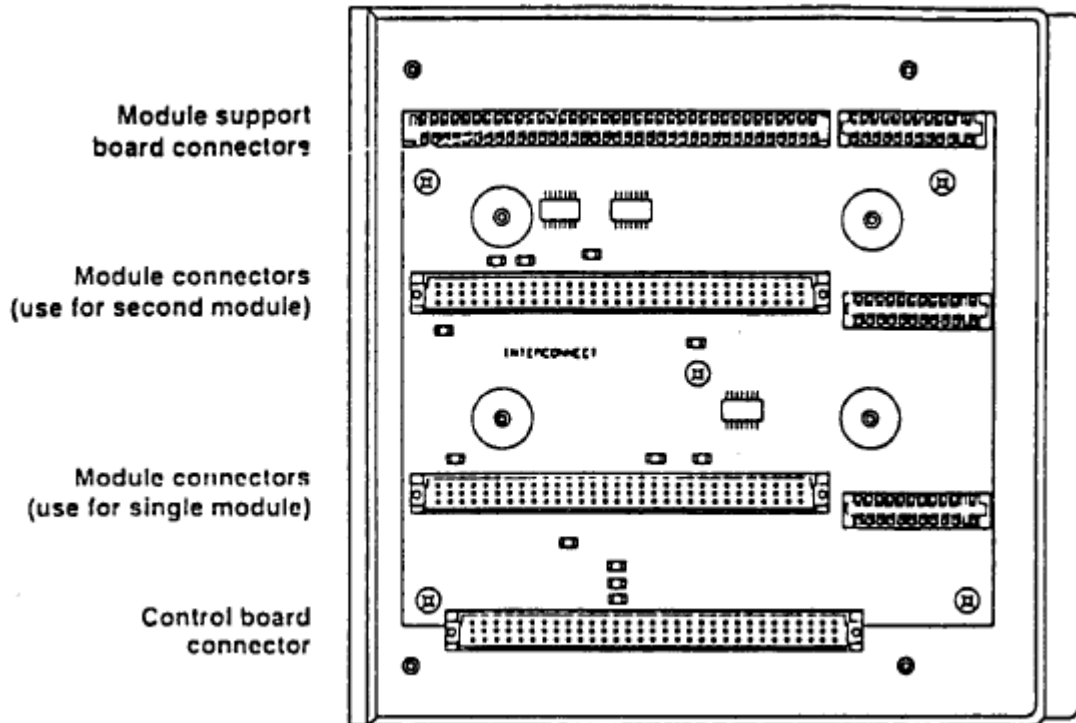

Figura 2-5. Conectores de la Placa del Circuito de Interconexión.
2. Enchufe un módulo en el juego de conectores de módulo en la parte inferior de la placa de interconexión, insertando los orificios para tornillos del módulo a través del conjunto del panel posterior. (Ver figura 2.5).